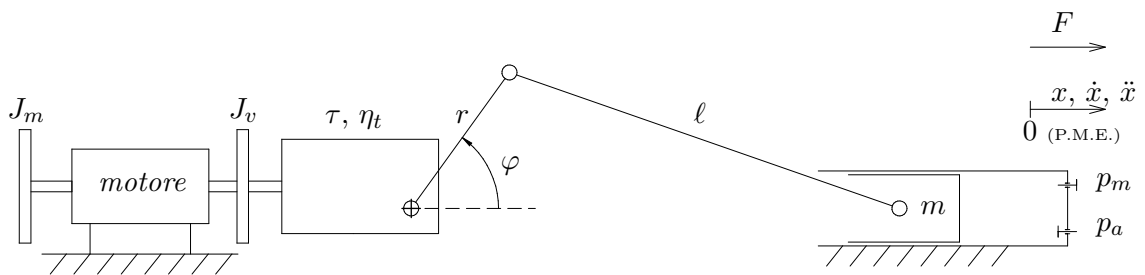

Figura 1: Schema dell'impianto di pompaggio
Della pompa volumetrica a stantuffo a singolo effetto rappresentata in figura 1 sono noti i seguenti dati:
**Momento resistente.** Per il calcolo del momento resistente ridotto all'albero della manovella, si considerino positive le forze dirette verso destra (figura 1).